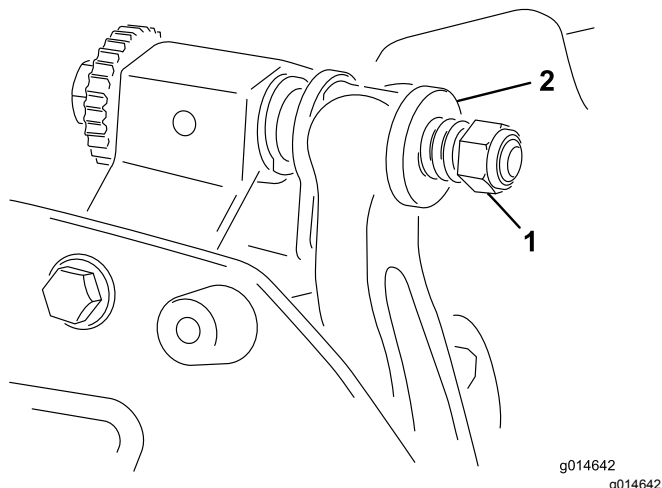

Figura 25
5. Apriete la tuerca de tensado del muelle hasta que el muelle esté comprimido del todo, luego aflójela ½ vuelta (Figura 25).